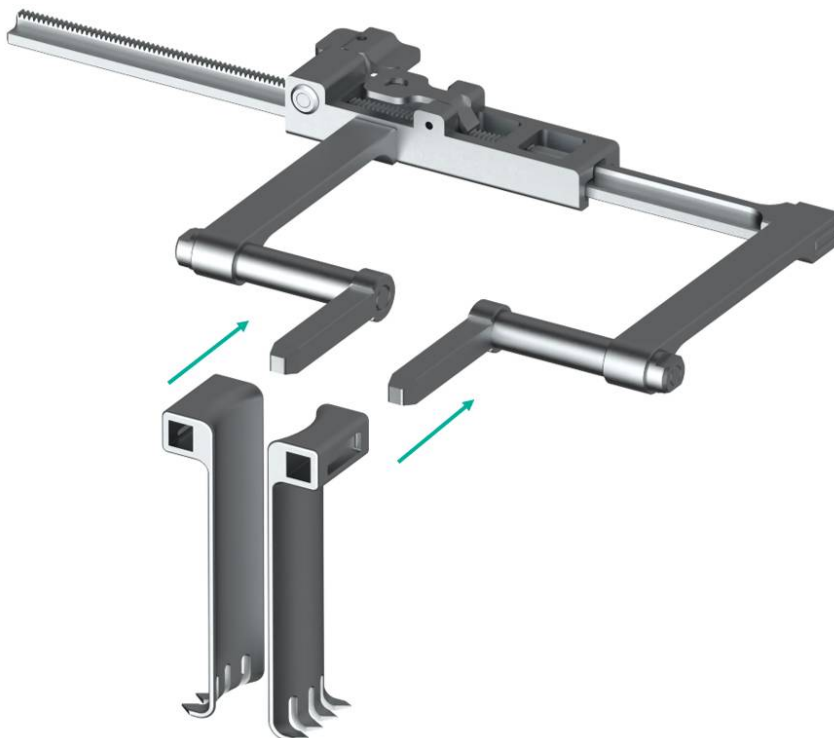

Abbildung 4: Montage der Haken
- Dabei werden die Haken aufgeschoben und sind dann über eine integrierte Feder gesichert, so dass sie nicht herunterrutschen (siehe Abbildung 4).